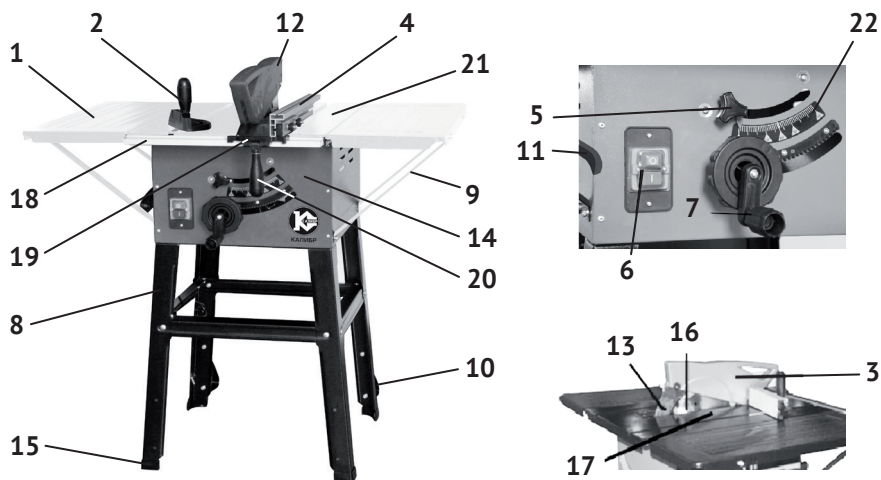
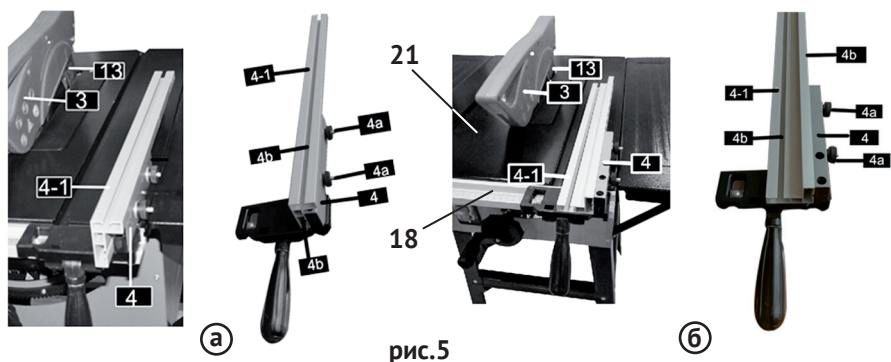
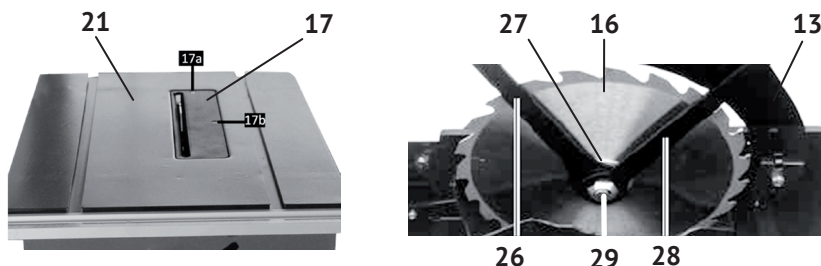

рис.1
рис.5
рис.7
1.6 Общий вид и элементы пилы представлены на рис.1
1.7 Основные элементы пилы (двигатель с редуктором, перемещаемая плита крепления двигателя, механизмы наклона и подъема диска, нижний защитный кожух) размещены в металлическом корпусе (рис.1 поз.14).
На верхнем защитном кожухе (рис.1 поз.3) нанесена стрелка, указывающая направление вращения диска.
1.8 Для установки распиливаемой заготовки в нужном положении, на планке (рис.1 поз.18) нанесена метрическая шкала, для установки планки параллельного упора на нужном расстоянии от пильного диска.
Заготовка размещается на рабочем столе (рис.1 поз.21) в нужном положе-
нии с помощью параллельного (рис.1 поз.8) или, установленного в паз рабочего стола, углового упора (рис.1 поз.2). Распиливаемая заготовка подаётся оператором по рабочему столу к пильному диску вручную.
1.9 Выключатель – магнитный пускатель (рис.1 поз.6) расположен на корпусе пилы. Он имеет две кнопки: зелёная с символом «I» - включение двигателя и красная с символом «0» - выключение двигателя (МЭК 60417).
Установка параллельного упора (рис.1 поз.4) возможна с любой стороны от отрезного круга. Пластина упора (4-1) имеет высокий и низкий плоские бортики, для обработки заготовок разной толщины. На рис.5а пластина установлена высоким бортиком к диску, для обработки заготовок толщиной более 25 мм. На рис.5б пластина установлена низким бортиком к диску, для обработки заготовок толщиной до 25 мм. Изменение положения параллельного упора на рабочем столе (рис.5 поз.21) осуществляется передвижением суппорта переднего блока (рис.5 поз.4с) по планке со шкалой (рис.5 поз.18).
- приложить пластину (рис.5 поз.4-1) к планке (рис.5 поз.4) в зависимости от толщины заготовки: широкой – рис.5а или узкой – рис.5б опорной плоскостью к заготовке;
- совместить крепёжные отверстия соответствующего ребра (рис.5 поз.4б) пластины упора и планки (рис.5 поз.4) передвигного блока;
- вставить крепёжные болты и зафиксировать гайками (рис.5 поз.4а).
- расфиксировать передвигной блок, подняв вверх рукоятку (рис.5 поз.20);
- сдвинуть суппорт (рис.5 поз.4с) передвигного блока по планке (рис.5 поз.18) на нужное расстояние;
- при необходимости в дальнейшем отпиливания заготовок такой же ширины, записать цифру шкалы планки (рис.5 поз.18) в окне контроля (рис.5 поз.19);
- зафиксировать выбранное положение опустив вниз быстрозажимную рукоятку (рис.5 поз.20) передвигного блока.
2.1.6 Установка пильного диска. Для установки (замены) диска (см. рис.7):
- снять с расклинивающего ножа (рис.7 поз.13) верхний защитный кожух;
- открутив винты крепления (рис.7 поз.17а и 17б), демонтировать вставку стола (рис.7 поз.17);
- вращением (против часовой стрелки) рукоятки (рис.1 поз.7), поднять пильный диск (рис.7 поз.16) на максимальную высоту, для удобства его монтажа/демонтажа;
- зафиксировав ключом (рис.7 поз.23) шпиндель, открутить ключом (рис.7 поз.25) зажимной болт (рис.7 поз.26);
- снять (при замене) со шпинделя прижимной фланец (рис.7 поз.24) и пильный диск;
- очистить опорный и прижимной фланцы, вставку стола и пазы рабочего стола (рис.7 поз.21) крепления вставки;